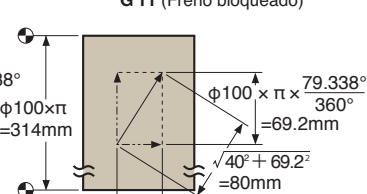

Fig. 2
1. Para calcular el vector, se puede hacer una proyección como en la Fig. 2
2. Dar avance en corte helicoidal (Veloc. de corte de ① a ②)....ej. 200 mm/min. (depende de los materiales).